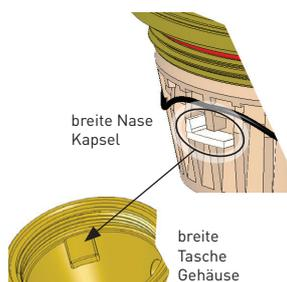

Bild 5 (Verdrehschutz)
- Trockenkapsel in die Vormontage einsetzen → **FLIESSRICHTUNG BEACHTEN!** Den breiten Verdrehschutz (breite Nase) der Trockenkapsel in die dafür vorgesehene breite Gehäusenut (breite Tasche) einsetzen (Bild 5).